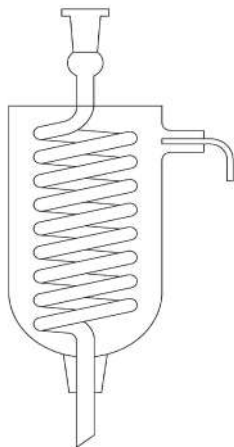

Рис. 91. Холодильник
12. Холодильник Штеделера (рис. 91). Модификация змеевикового холодильника, в котором охлаждающий сосуд может быть заполнен смесью льда с поваренной солью, твердой углекислотой с ацетоном и т. д. Такой холодильник можно применять для конденсации веществ, кипящих при очень низких температурах.